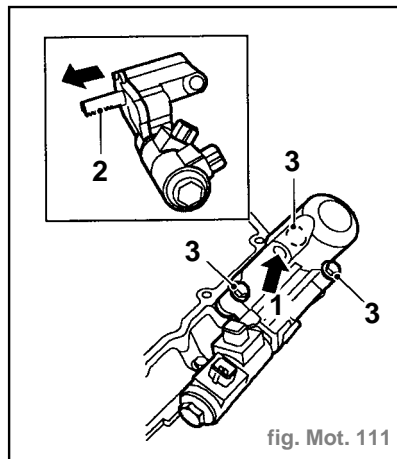

fig. Mot. 111
- Envoyer de l'air à basse pression dans l'orifice (1) du transmetteur de température d'huile du boîtier de commande hydraulique pour étendre la crémaillère (fig. Mot. 111).